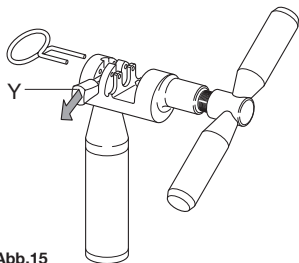

Abb.15
- Bereiten Sie das Werkzeug **UT-CN400** vor, indem Sie die Stellflasche auf Verschließen stellen (**Y - Abb. 15**).